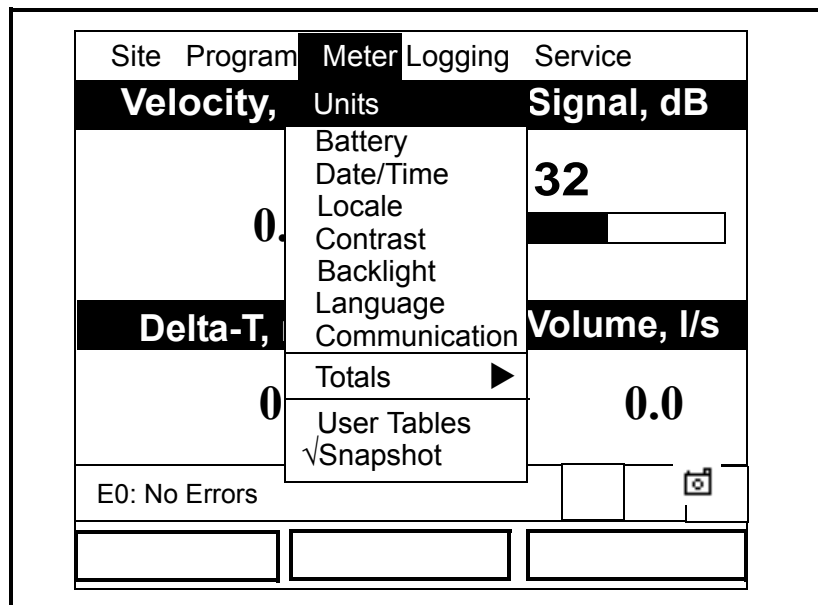

Figura 3-11: A janela Meter Menu (Menu Medidor)
2. Desloque-se até o separador *Meter Menu* (Menu Medidor) ser seleccionado e pressione [ENTER]. Abre-se uma janela semelhante à da Figura 3-11 abaixo.